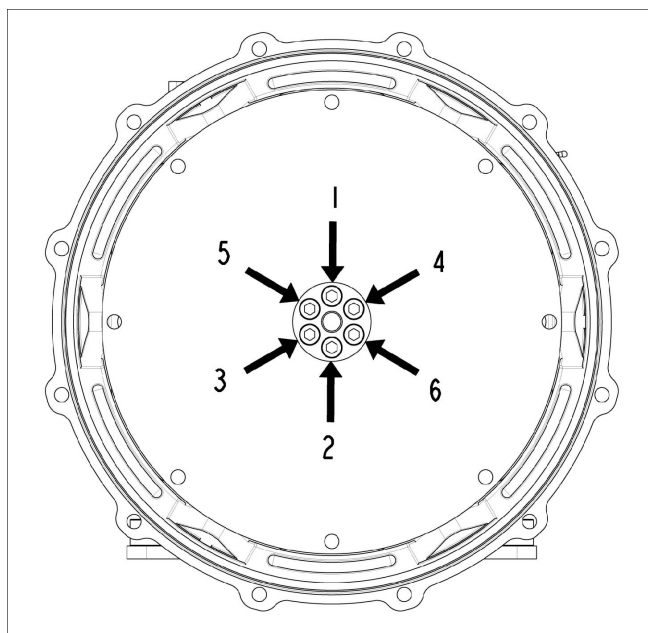

图 22. 轮毂固定顺序
4. 如果需要，请拧紧耦合盘螺栓，如 图 22 在第 xx 页 37 所示。请参见 章 9 在第 xx 页 59 以了解拧紧扭矩。